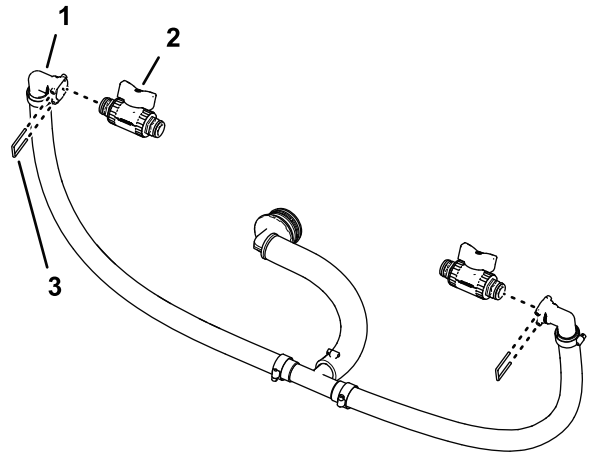

図 92
1. 図 92 に示すように、90° クイックコネクTFITTING からリテーナを外す。
2. クイックディスコネクTFITTING のソケットに、シャットオフバルブを取り付ける 図 92。
4. シャットオフバルブとリテーナ 1、ブームバイパスホースを取り外す (ページ 31) で外したものを、もう一方のクイックディスコネクTFITTING ソケットに取り付ける 図 92。